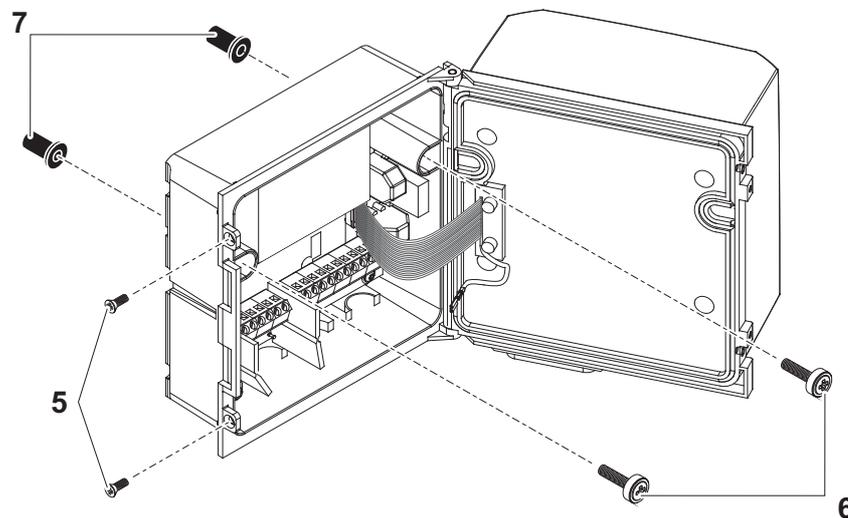

Bild 3-19 Schutzdachmontage: ISO-Blindmuttern vormontieren
- 2 Die beiden Senkschrauben (Pos. 5 in Bild 3-19) entfernen und den Deckel aufklappen.
- 3 Die Zylinderschrauben (Pos. 6 in Bild 3-19) mit den Kunststoffunterlegscheiben in die Montagebohrungen einführen und ISO-Blindmuttern (Pos. 7) locker aufschrauben.